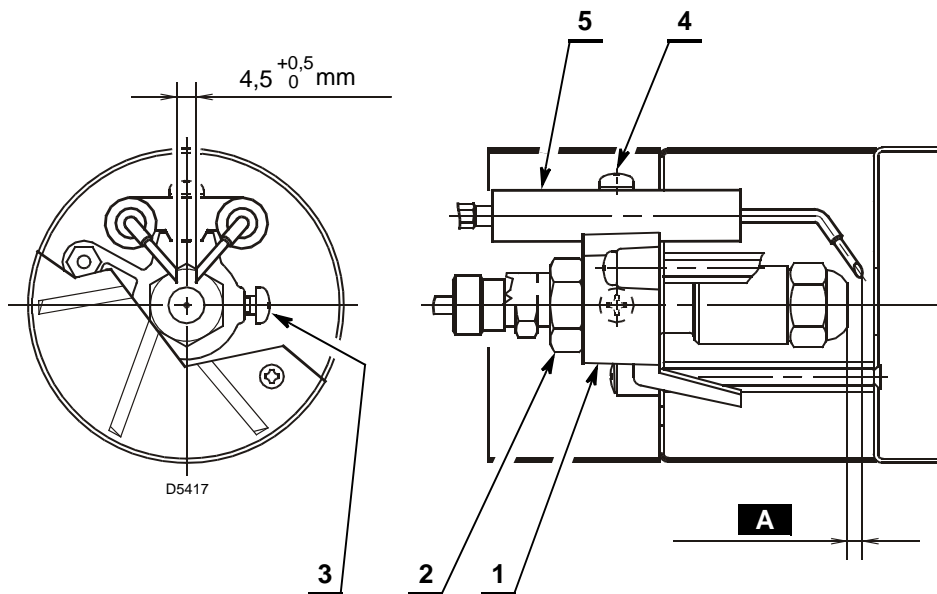

Abb. 22
- Den Stauscheibehalter 1) (Abb. 22) auf den Düsenstock 2) legen und mit der Schraube 3) fixieren.